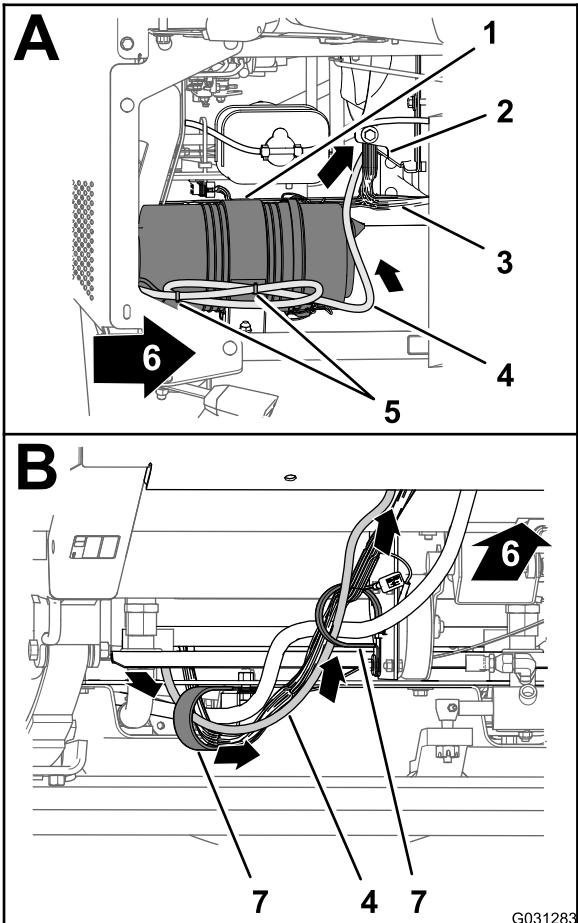

図 141
く図 141。
2. データ用ハーネスの 220cm の枝線を前方へ延ばして、機体下部にある2つのRクランプに通す 図 141。